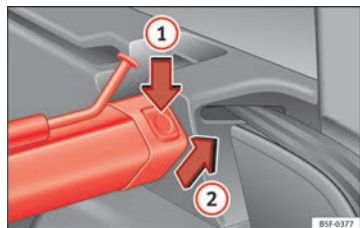

Fig. 101 En el maletero: desmontar la red de separación.
- Presione la tecla de desbloqueo izquierda o derecha ⇒ fig. 101 en el sentido de la flecha (1).
- Extraiga la carcasa del soporte en el sentido de la flecha ⇒ fig. 101 (2).
- Presione la carcasa en los soportes izquierdo y derecho en el sentido contrario al de la flecha ⇒ fig. 101 (2) hasta que encastre.